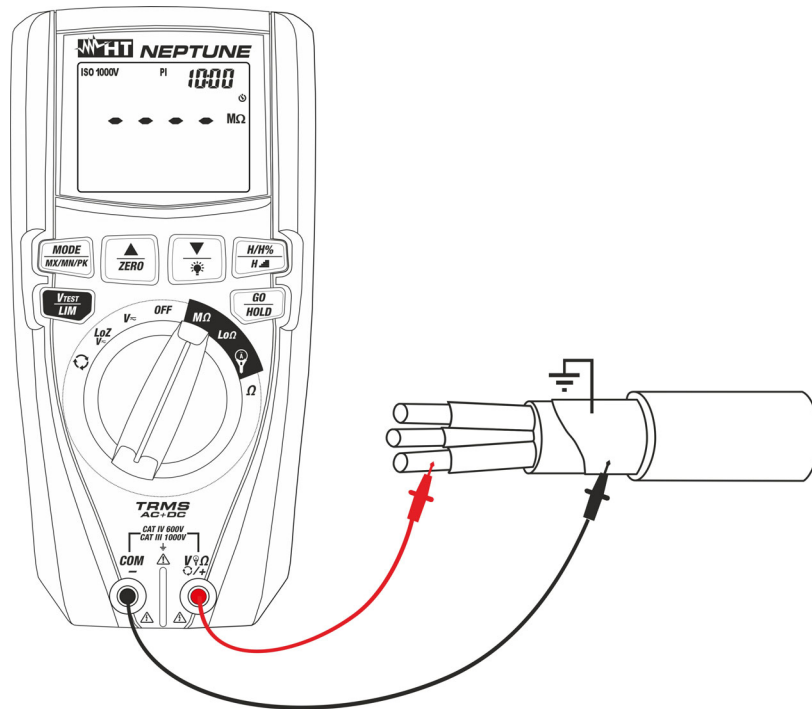

Fig. 22: Uso dello strumento per misura resistenza di isolamento in modo PI
6. Inserire il conduttore rosso nel terminale di ingresso **VΩ/+/+** e il conduttore nero nel terminale di ingresso **COM/-** ed eventuali terminali a coccodrillo e collegare lo strumento all'apparecchiatura in esame (vedere Fig. 22)